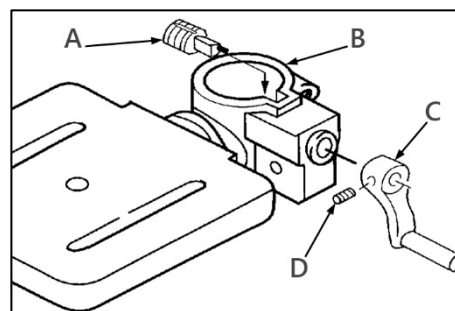

Рисунок 4.
Вставьте вал червячной передачи (А) (рис. 4) в кронштейн (В) стола в отверстие до упора. Рукоятка (С) закрепите с помощью установочного винта (D).